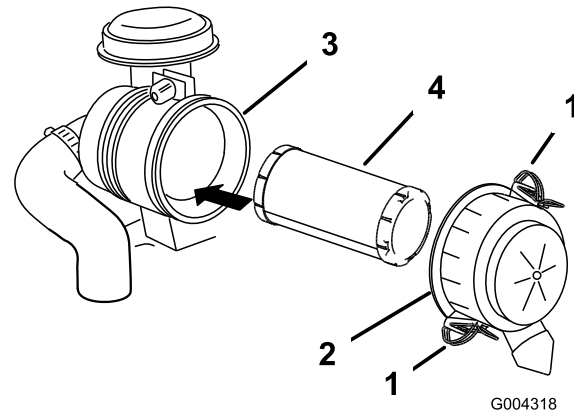

Figure 32
- Ouvrez les dispositifs de verrouillage du filtre à air et enlevez le couvercle du corps du filtre (Figure 32).
- Sortez l'élément filtrant du corps du filtre avec précaution (Figure 32). Évitez de cogner l'élément à l'intérieur du corps.
- Insérez l'élément filtrant dans le corps du filtre avec précaution (Figure 32).
3. Reposez le couvercle du filtre à air, le côté portant l'inscription **UP** en haut, et fermez les dispositifs de verrouillage (Figure 32).